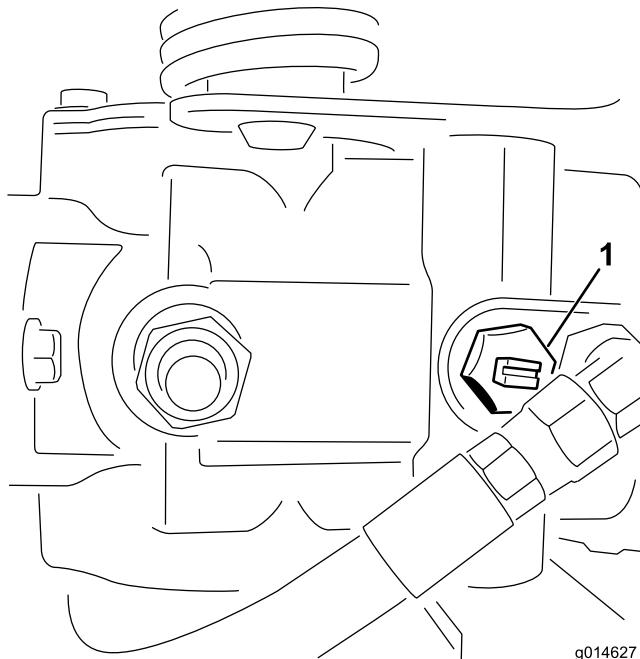

図 41
1. 油圧ポンプについているバイパスバルブ図41の溝が「縦」になるようにバルブを回転させる。
2. エンジンを始動する時には、必ずバイパスバルブ図41を閉じる溝が横向きになる。バルブを開けたままでエンジンを掛けないこと。